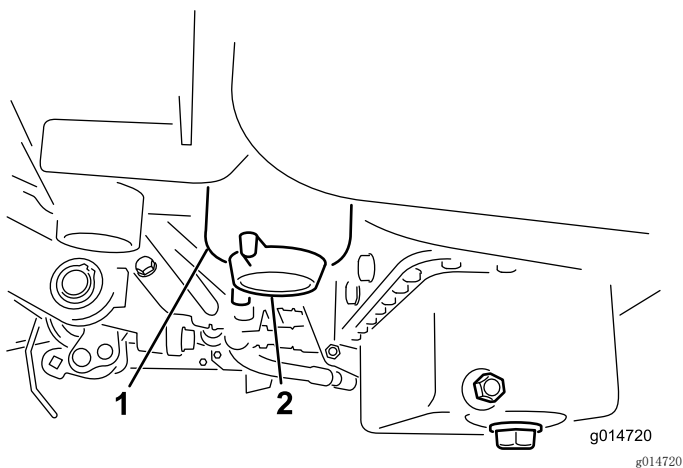

图30
3. 打开燃油滤清器上的排油塞，大约旋转一周，排干积水（图30）。